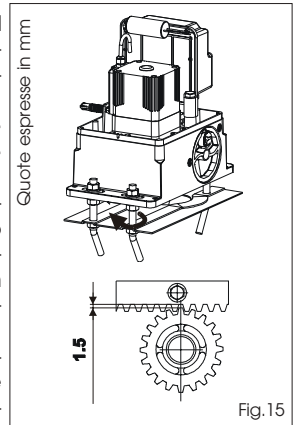

Fig. 15
- Terminata l'installazione della cremagliera, per garantire un corretto ingranamento con il pignone, è opportuno abbassare di circa 1,5 mm (Fig. 15) la posizione del motoriduttore.